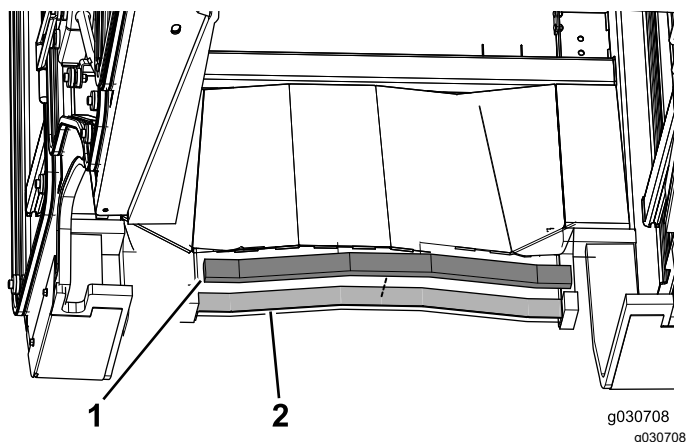

Figura 17
3. Aplique la junta de espuma trasera a la parte trasera de la cabina (**Figura 17**).